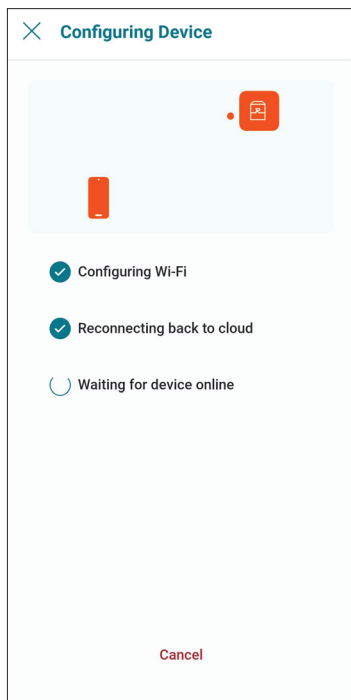

Figure 118. Configuration de l'appareil
9. L'appli Raymote transmet les identifiants réseau Wi-Fi à votre appareil. Cela pourrait nécessiter quelques secondes, voir **Figure 118**.